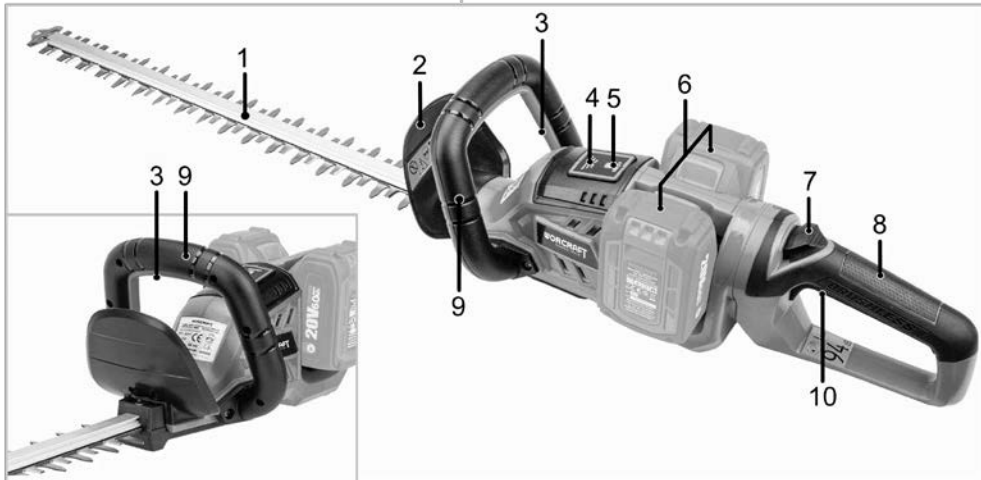

Рисунок 1
- від'єднати акумуляторні батареї (продаються окремо!) від виробу та зовнішнім оглядом переконавшись в цілісності корпусних деталей, рукояток, в справності різального полотна (1, рисунок 1);
- перевірити чіткість роботи пускової клавіші (10, рисунок 1) та важеля розблокування системи запуску (3, рисунок 1) на передній рукоятці через їх короточасне (2-3 рази) натискання;
- активуйте електричну систему виробу натисканням кнопки активації (5, рисунок 1). Після активації системи електроживлення, індикатори (4, рисунок 1) почнуть відображати рівень заряду акумуляторних батарей (дивіться рисунок 3);
- налаштуйте задню поворотну рукоятку (8, рисунок 1) для відповідного типу роботи. Для зміни положення рукоятки відносно корпусу двигуна, натисніть на кнопку блокування положення (7, рисунок 1) та поверніть рукоятку на обраний кут по шкалі, як це показано на рисунку 4, а потім відпустіть кнопку блокування. Перевірте надійність фіксації рукоятки в обраному положенні;
- для запуску двигуна куцоріза притисніть важіль розблокування системи запуску (3, рисунок 1) до передньої рукоятки (9, рисунок 1) та натисніть на пускову клавішу (10, рисунок 1) (дивіться рисунок 5);
- при роботі тримайте задню рукоятку (8, рисунок 1) однією рукою для легкого керування пусковою клавішею (10, рисунок 1), а іншою рукою міцно тримайте передню рукоятку (9, рисунок 1) для контролю руху кущоріза;
- після закінчення роботи деактивуйте систему електроживлення виробу натисканням кнопки (5, рисунок 1), від'єднайте акумуляторні батареї та виконайте очищення виробу.